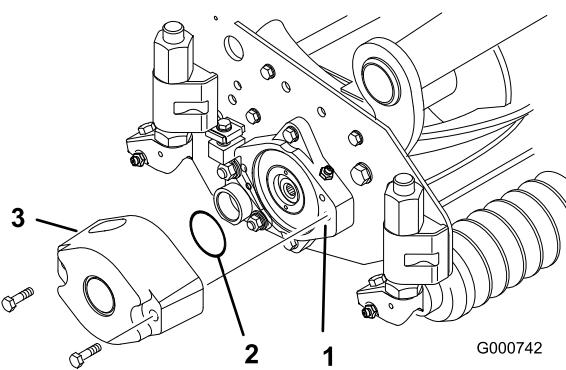
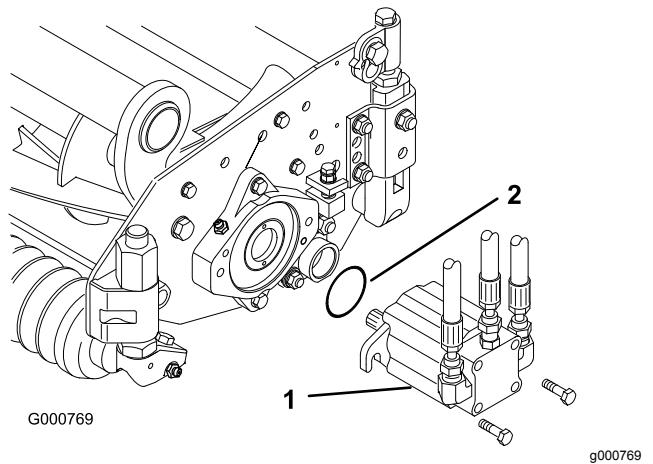

Figura 15
Figura 18
3. Lubrifique e instale um anel de retenção grande na ranhura da caixa de rolamentos em cada uma das extremidades da unidade de corte (Figura 15 e Figura 18).
4. Instale um contrapeso na extremidade adequada de cada unidade de corte com os parafusos fornecidos (Figura 15).
13. Monte o motor na extremidade de acionamento da unidade de corte e fixe-o com dois parafusos (Figura 18).